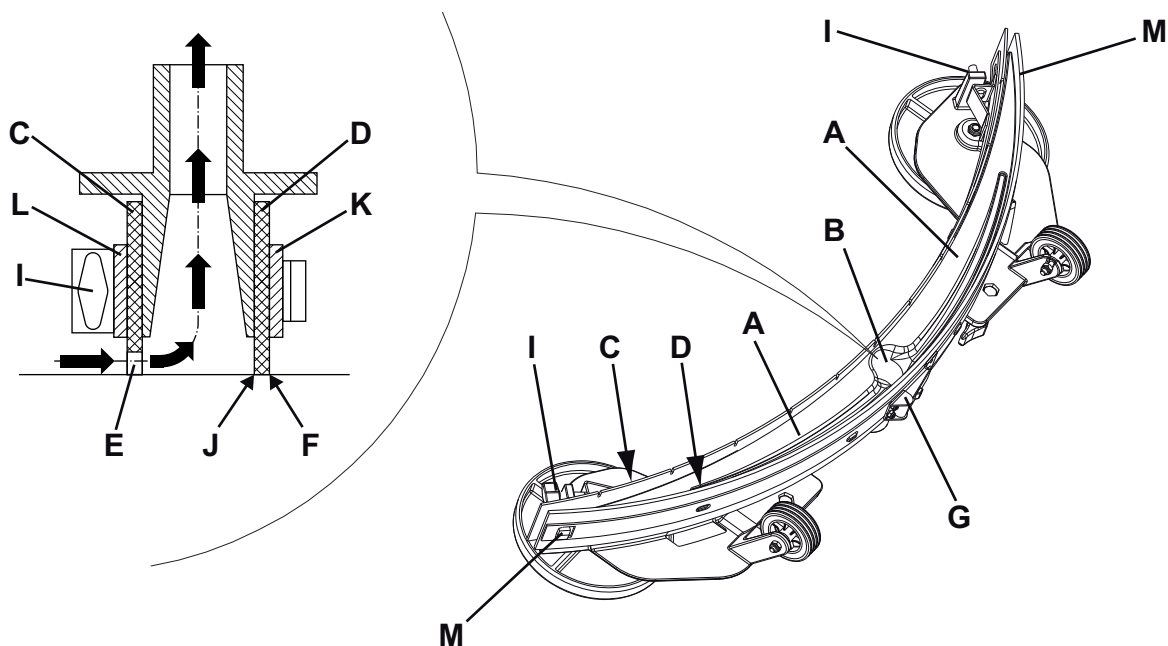

Рис. 5
2. Поверните ключ зажигания (80) в положение «0».
3. Опустите швабру (25) с помощью рычага (10).
4. Ослабьте маховики (26) и снимите швабру (25).
5. Отсоедините вакуумный шланг (15) от швабры.
6. Вымойте и очистите швабру (рис. 5). Очистьте отсеки (А, Рис. 5) и особенно отверстие (В). Проверьте передний скребок (С) и задний скребок (D) на предмет их целостности, отсутствия порезов и разрывов; в случае необходимости замените их (см. порядок действий в следующем разделе).
1. Очистите швабру (рис. 5) как описано в предыдущем абзаце.
2. Проверьте, что кромки (Е) переднего скребка (С) и кромки (F) заднего скребка (D) установлены на одном и том же уровне по всей длине; иначе отрегулируйте их высоту следующим образом:
- Освободите соединительную тягу (G) и освободите фиксаторы (M) для регулировки заднего скребка (D); затем зацепите фиксаторы и зацепите соединительную тягу.
- Ослабьте маховики (I) и отрегулируйте передний скребок (С); затем затяните маховики.
3. Проверьте передний (С) и задний скребки (D) на целостность, наличие порезов и разрывов; если необходимо замените их, как показано ниже. Проверьте, не изношен ли передний угол (J) заднего скребка; в случае необходимости переверните скребок, чтобы поменять местами изношенный угол с целым. Если и другие углы изношены, замените скребок в следующем порядке:
- Освободите соединительную тягу (G), отцепите фиксатор (M) и снимите фиксирующую полосу (K) и замените/ переверните задний скребок (D). Установите скребок, действуя в обратной последовательности.
- Отвинтите маховики (I) и снимите стопорную планку (L), затем замените передний скребок (С). Установите скребок, действуя в обратной последовательности.